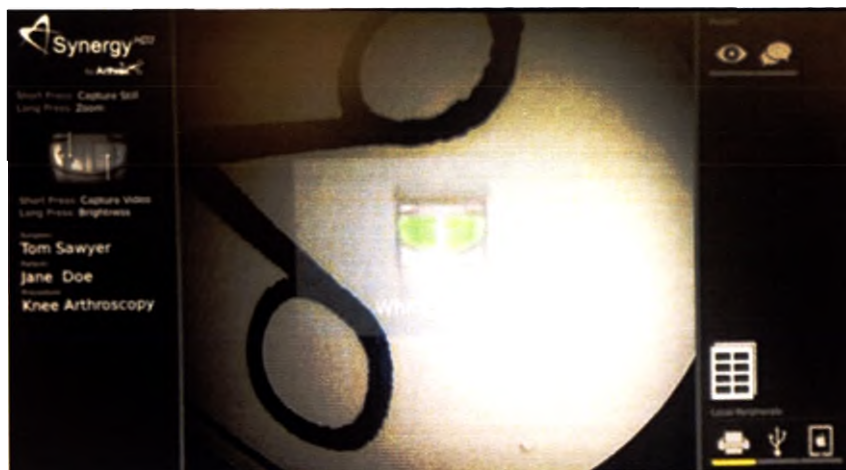

Рисунок 35 - Начальный экран системы Synergy^{UND4}
2. Для полной загрузки программного обеспечения камеры требуется приблизительно 60 секунд. После полной загрузки программного обеспечения отобразится начальный экран Synergy^{UND4}, представленный ниже на Рисунок 35.